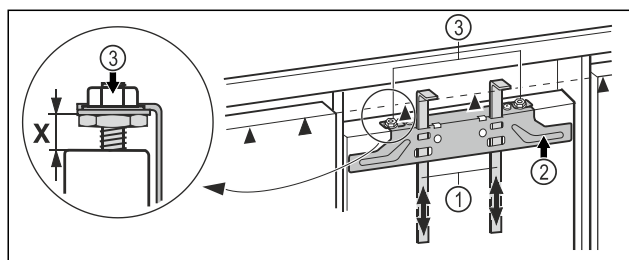

Fig. 43
- ▶ Podignite montažna pomagala Fig. 43 (1) na visinu vrata namještaja. Donji rub graničnika ▲ montažnog pomagala = gornji rub vrata namještaja koja treba montirati.
- ▶ Odvrnite pričvrsnu poprečnu letvicu Fig. 43 (2) s pomoću protumatica Fig. 43 (3).